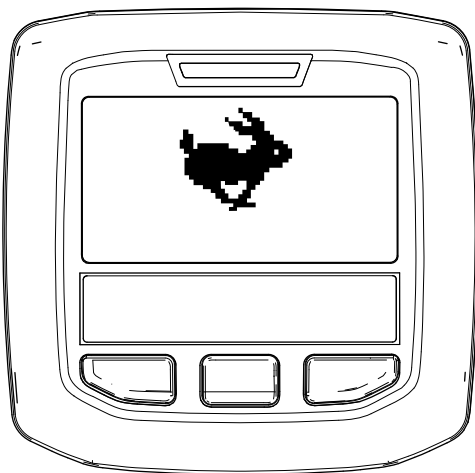

Figura 84
**Nota:** El InfoCenter muestra el icono de TRANSPORTE (Figura 84).